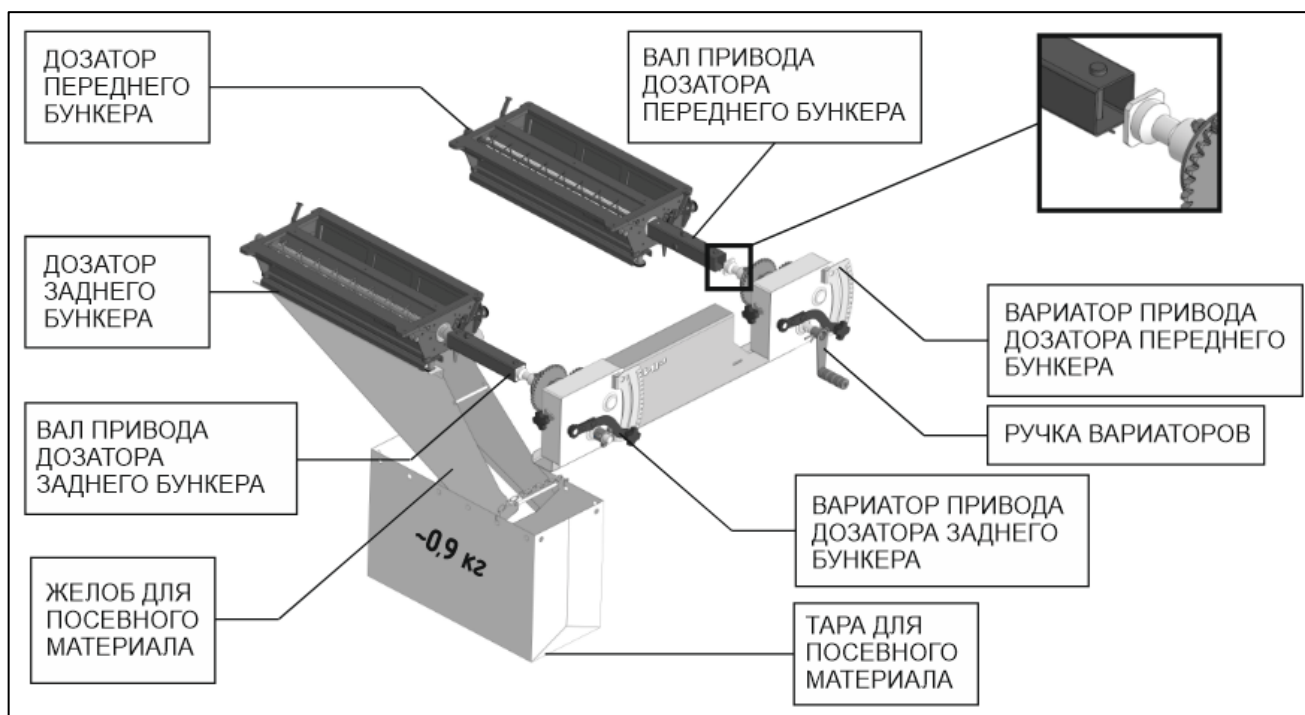

Рисунок 15 – Дозирующая система бункера с вариаторами «SELECT GEARBOX»
Установка нормы высева производится с помощью вариаторов, рис. 15.
Имитация хода 50 м – 67 оборотов ручки вариатора, рис. 15.
3. Отсоединить неиспользуемый дозатор от кинематики – снять приводной вал дозатора (рис. 15).
– Приступая к севу посевного материала другого вида, а также при изменении плотности сева или при уменьшении частоты вращения турбины, необходимо выполнить пробный проход порядка 150-200 метров, остановить агрегат и поднять высевные секции, не выключая турбину. Провернуть ручку привода кинематики на 3-4 оборота (рисунок 15), проконтролировав проходимость посевного материала на каждом сошнике. Поток зерна из патрубков должен прекратиться через 5-10 секунд. Чтобы избежать закупорки семяпроводов, необходимо правильно отрегулировать распределение воздушного потока и подобрать скорость вращения турбины. При этом воздушный поток должен полностью выдувать посевной материал из труб и шлангов, не позволяя ему скапливаться.